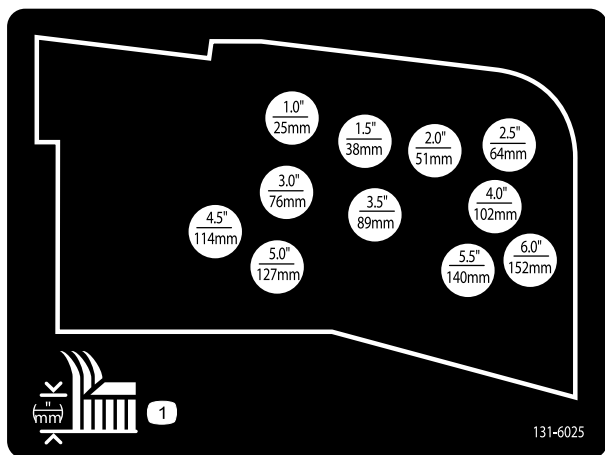

Figura 19
10. Monte as correntes da altura de corte no orifício da altura de corte desejada com o passador de forquilha e perno de gancho (Figura 19).